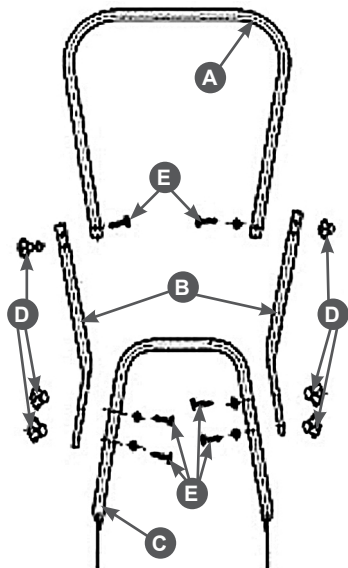

Рис.2 Монтаж рабочей рукоятки
2. Проверьте составные части (Рис. 2) в соответствии со списком.
6. Вставьте две центральные части В (Рис.2) в левую и правую стороны верхней части рукоятки А (Рис. 2). Закрепите их с помощью двух болтов Е и гаек D (Рис.2).
7. Совместите отверстия на центральных частях с отверстиями на нижней части рабочей рукоятки и закрепите их комплектами болтов Е и гаек D (Рис.2).